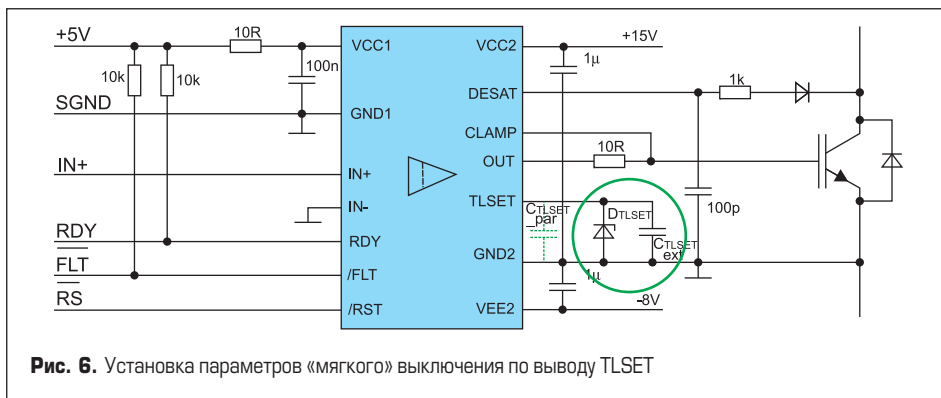

Рис. 6. Установка параметров «мягкого» выключения по выводу TLSET
ляющего сигнала IN+ из «лог. 1» в «лог. 0» и фиксируется на уровне V_{zdiode} определяемом стабилитроном, подключенным к выводу TLSET (рис. 6). Время удержания выхода драйвера на первой ступени T_{TLSET} подстраивается емкостью $C_{TLSET\ EXT}$ с учетом собственной емкости стабилитрона и паразитной емкости монтажа $C_{TLSET\ PAR}$. Стабилитрон желательно выбирать с минимальной собственной емкостью, которая, например, у стабилитрона BZX384 может быть до 90 пФ. Суммарная емкость C_{TLSET} определяется из выражения (1):